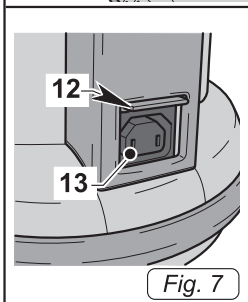

Fig. 7
- Levante la portezuela (12 Fig. 7) para tener acceso a la toma (13 Fig. 7).